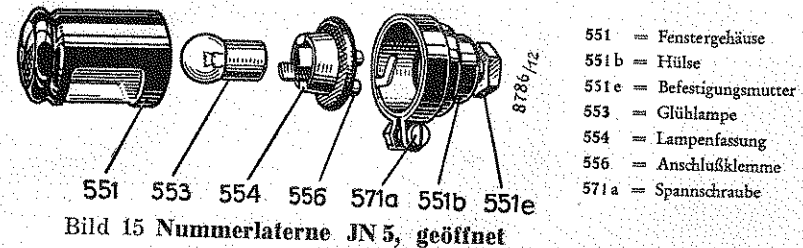

Bild 15 Nummerlaterne JN 5, geöffnet
1. Spannschraube 571 a lösen (Bild 15).